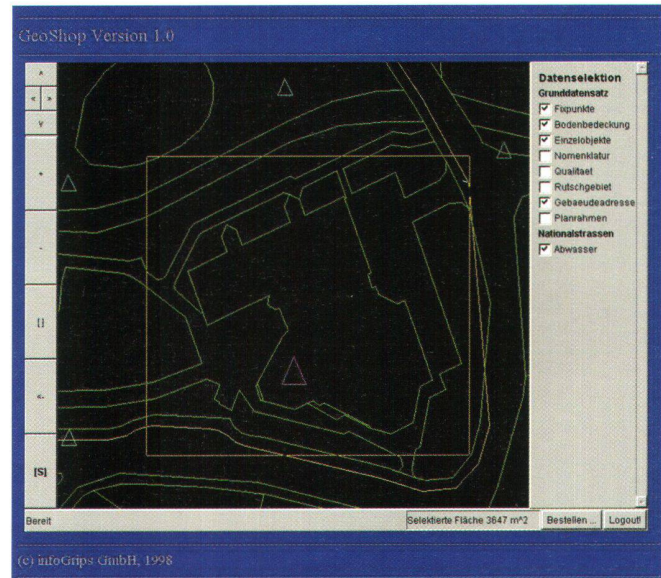

Abb. 3: GeoShop-Client.
- Grafische Bestelloberfläche, mit der die Daten vom Server bestellt werden können (siehe Abb. 3).